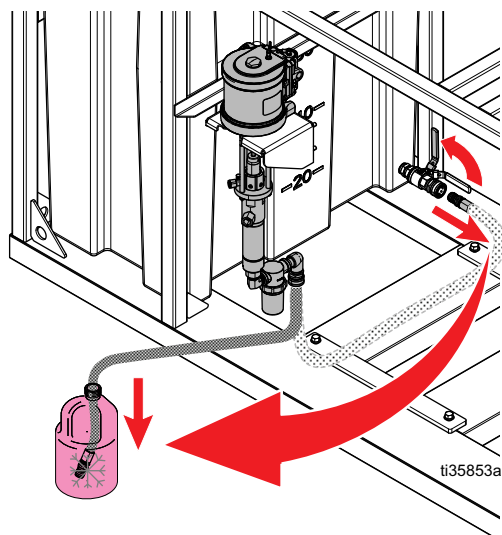

Рис. 39: Установка впускного шланга насоса
2. Опорожните бак (AF). Отсоедините впускной шланг насоса и откройте клапан водяного бака (AG). См. раздел Рис. 39.